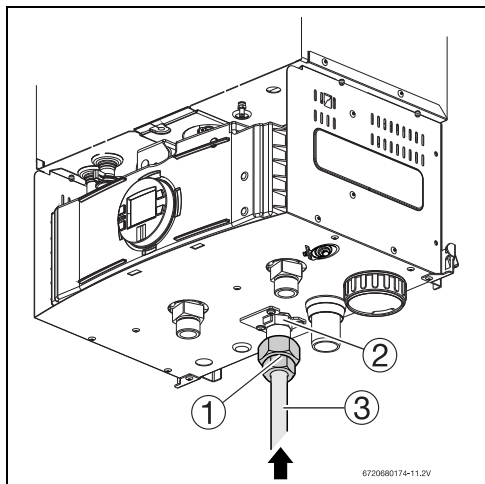

Рис. 28
- Затяните гайку на резьбовом отверстии на газовом входе (Рис. 28 , поз. 1) и используйте медный край (Рис. 28 , поз.2) для пайки трубы к выходу сети (Рис. 28 , поз. 3).